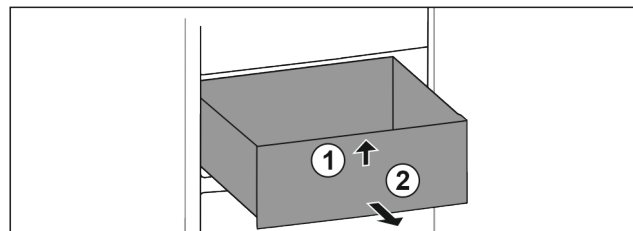

Fig. 14
- ▶ Le soulever à l'avant *Fig. 14 (1)*.
- ▶ Sortir le tiroir par l'avant *Fig. 14 (2)*.